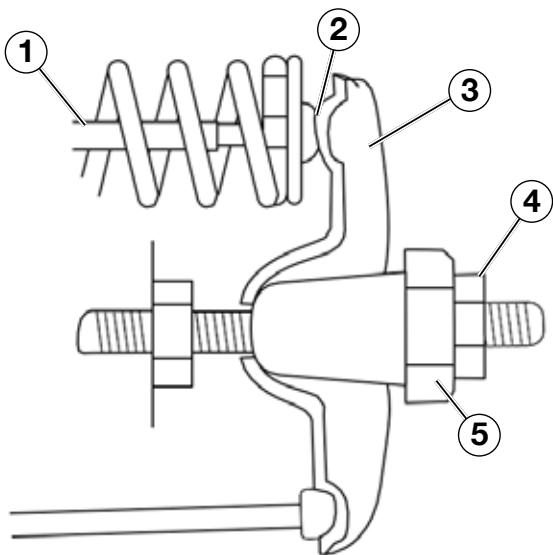

Figure 21
5. Insérer une jauge d'épaisseur entre le culbuteur et la tige de culbuteur et vérifier l'écart (voir Figure 21). Voir le tableau 2 pour les spécifications du jeu de soupape.